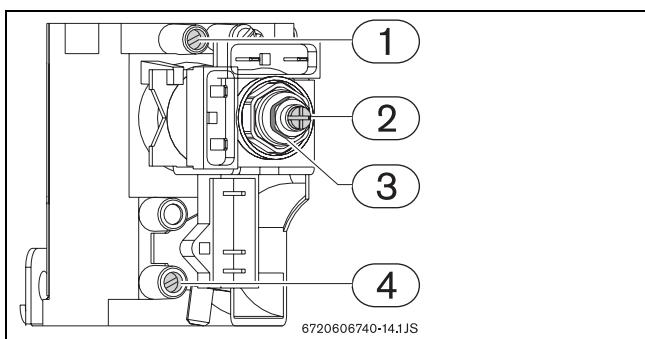

Fig. 15 Punti di controllo/regolazione gas
- ▶ Svitare la vite posta internamente alla presa di pressione bruciatore (→Fig. 15, pos. 1) senza toglierla ed inserirgli il tubo del manometro gas.
- Con una chiave di misura corrispondente, ruotare il dado (→Fig. 15, pos. 3).
- Tenere fermo il dado (→Fig. 15, pos. 3) con una chiave di misura corrispondente.
- Con un cacciavite **non magnetico** ruotare la vite (→Fig. 15, pos. 2).